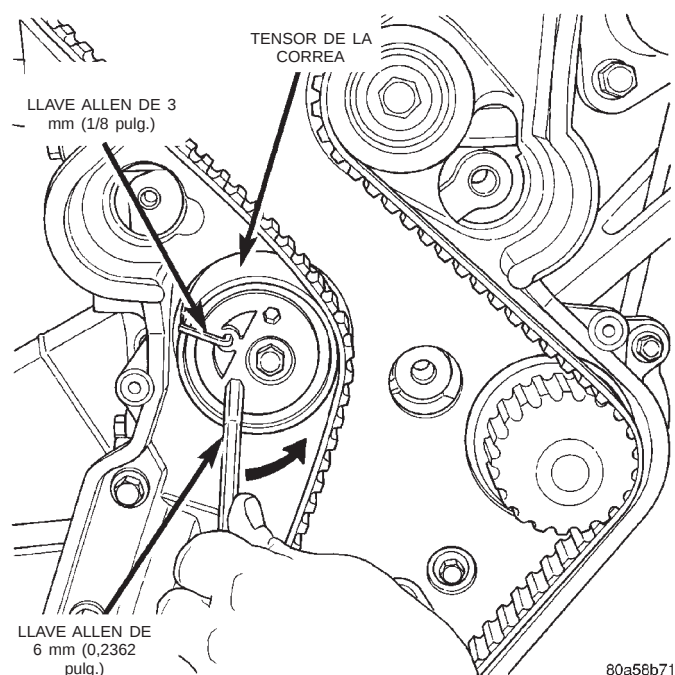

Fig. 60 Bloqueo del tensor de la correa de distribución
(10) Instale una llave Allen de 6 mm (0,2362 pulg.) en el tensor de la correa. Antes de girar el tensor, introduzca el extremo largo de una llave Allen de 3 mm (1/8 pulg.) en el orificio del pasador de la parte delantera del tensor (Fig. 60). Mientras gira el tensor a la izquierda, presione ligeramente sobre la llave